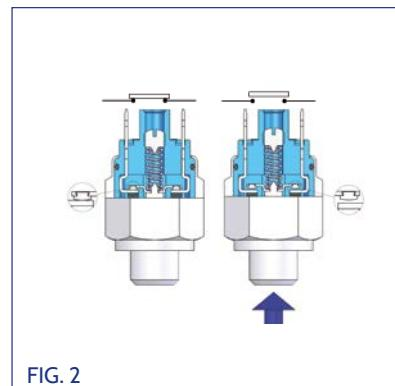
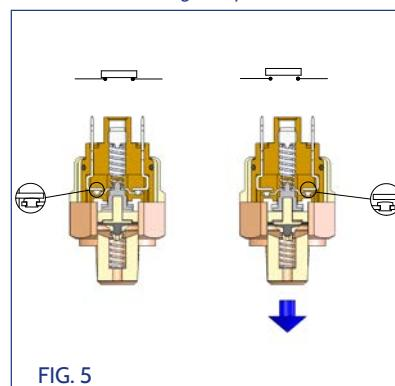

FIG. 2
FIG. 5
- La rappresentazione di Fig. 2 (Fig. 5 per il vuoto) mostra un pressostato con contatti NORMALMENTE CHIUSI (N.C.) in assenza di pressione. In assenza di pressione i contatti sono chiusi e il segnale è presente sui contatti esterni. Al raggiungimento della pressione di taratura il contatto elettrico si solleva interrompendo il segnale.
- Figure 2 (Fig. 5 for vacuum) shows a pressure switch with **NORMALLY CLOSED (NC)** contacts in the absence of pressure. The contacts are closed and the signal appears on the external contacts. When the set pressure is reached, the electric contact is raised and the signal is interrupted.